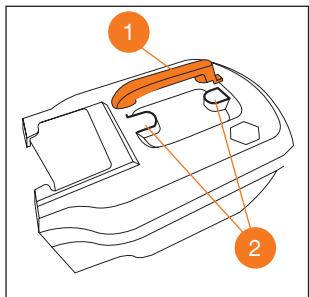

рис. 17
1. Вставьте ручку травосборника **1** в посадочные отверстия **2** и защёлкните её (Рис. 17).